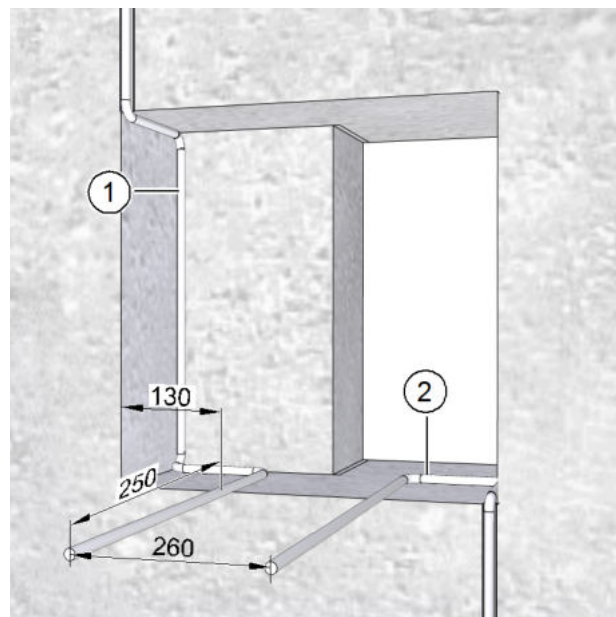

Abb. 9: Anschlusskabel verlegen, Maße in Millimeter
- ▶ Verlegen Sie das Netzkabel (Pos. 1 in Abb. 9 auf Seite 14) und ggf. das Steuerkabel (Pos. 2 in Abb. 9 auf Seite 14) mit einem Kabelüberstand von ca. 250 mm über die Mauer.